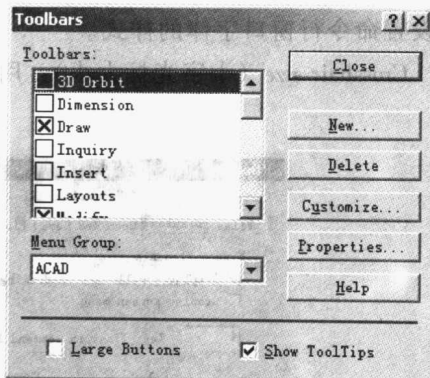

图 1-14 Toolbars 对话框
(1) 打开、关闭工具栏 单击 View 下拉菜单的 Toolbars 命令，弹出如图 1-14 所示的 Toolbars 对话框。对话框列表中名称前有“☑”的，为已打开的工具栏，单击列表中工具栏名称前的方框，即可以打开或关闭该工具栏。使用对话框中的 New、Delete 等按钮可以进行新建、删除工具栏等操作。